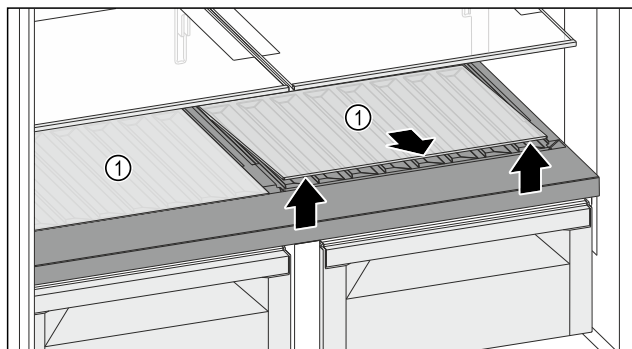

Fig. 130
- Повдигнете една или и двете стъклени плочи Fig. 130 (1) при прореза отпред и извадете.
- Съхранявайте стъклената(ите) плоча(и) Fig. 130 (1) на сигурно място извън уреда.